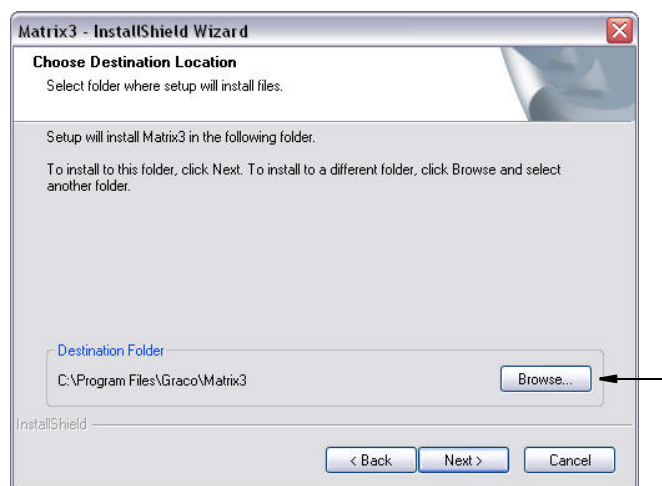

FIG. 16
8. Kies de doellocatie. Standaard is dit C:\Program Files\Graco\Matrix3. Klik op Bladeren, zoals afgebeeld in FIG. 16 om een andere locatie te kiezen.
9. Klik op VOLGENDE om door te gaan met de software-installatie en over te gaan naar de InstallShield Wizard voor Matrix3, FIG. 16. Klik op VORIGE om terug te keren naar een vorig installatiescherm of op ANNULEREN om de installatie van de software te beëindigen.